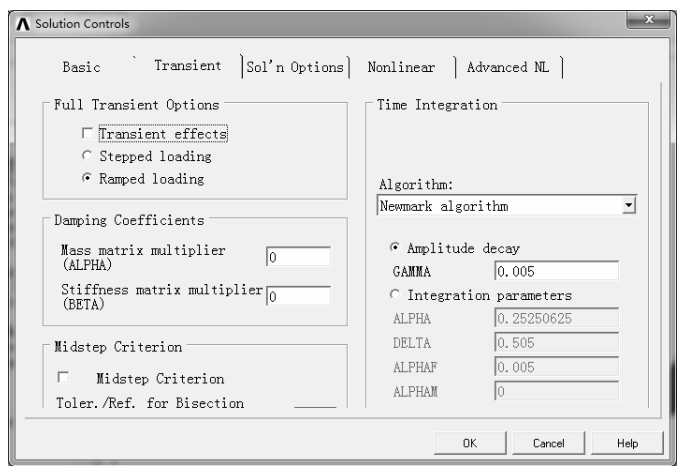

图 7-248 “Transient”选项卡
2) 单击“Transient”选项卡，在“Full Transient Options”选项中选中“Ramped loading”选项，如图 7-248 所示。单击“OK”按钮确认。